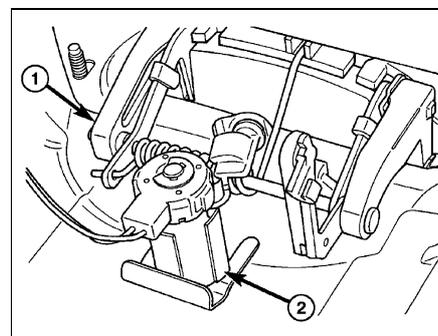

Рис. 10. Снятие цилиндра замка. 1 - ручка двери, 2 - цилиндр замка.
(1) Снимите внешнюю ручку двери багажного отделения.
(2) Снимите с ручки клипсу фиксации цилиндра замка (рис. 10).